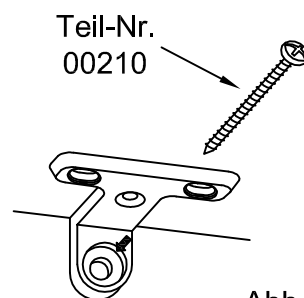

Abb. 4
- Für Sideboards und Higboards: Zur Kippsicherung muss das Möbel bauseits fixiert werden! Dazu befinden sich im Möbel vormontierte Montagewinkel unterhalb des oberen bzw. des mittleren Konstruktionsbodens. Mit kleinem Bohrer durch Winkel und Rückwand bohren, um damit die Bohrposition auf der Zimmerwand zu markieren. Möbel abrücken. Ø8-mm-Löcher in das Mauerwerk bohren und Nyldübel Ø8x40 mm (Teil-Nr. 50801) einsetzen. Möbel wieder positionieren und mit Schrauben Ø5x70 mm (Teil-Nr. 00210) an der Zimmerwand befestigen (Abb. 4).